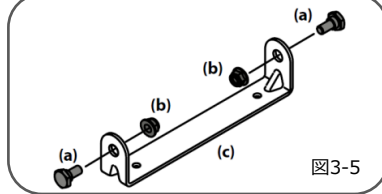

図3-5
1. シート取付金具 (c) からショルダーボルト (a) をはずしてください。(図3-5参照)